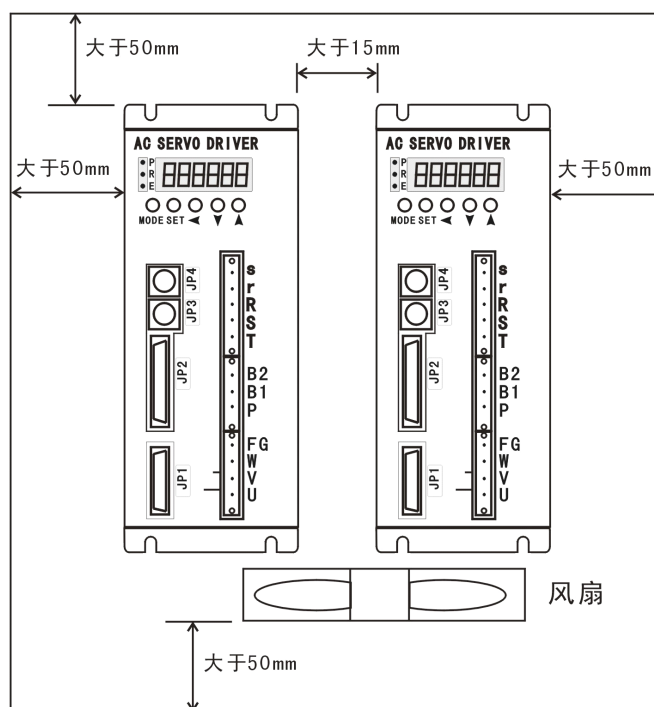

图 3.1 多个驱动器安装示意图
- ◆ 当在一个机箱内安装多个驱动器时，为了驱动器的良好散热，避免相互间电磁干扰，请采用如下示意：（图 3.1）